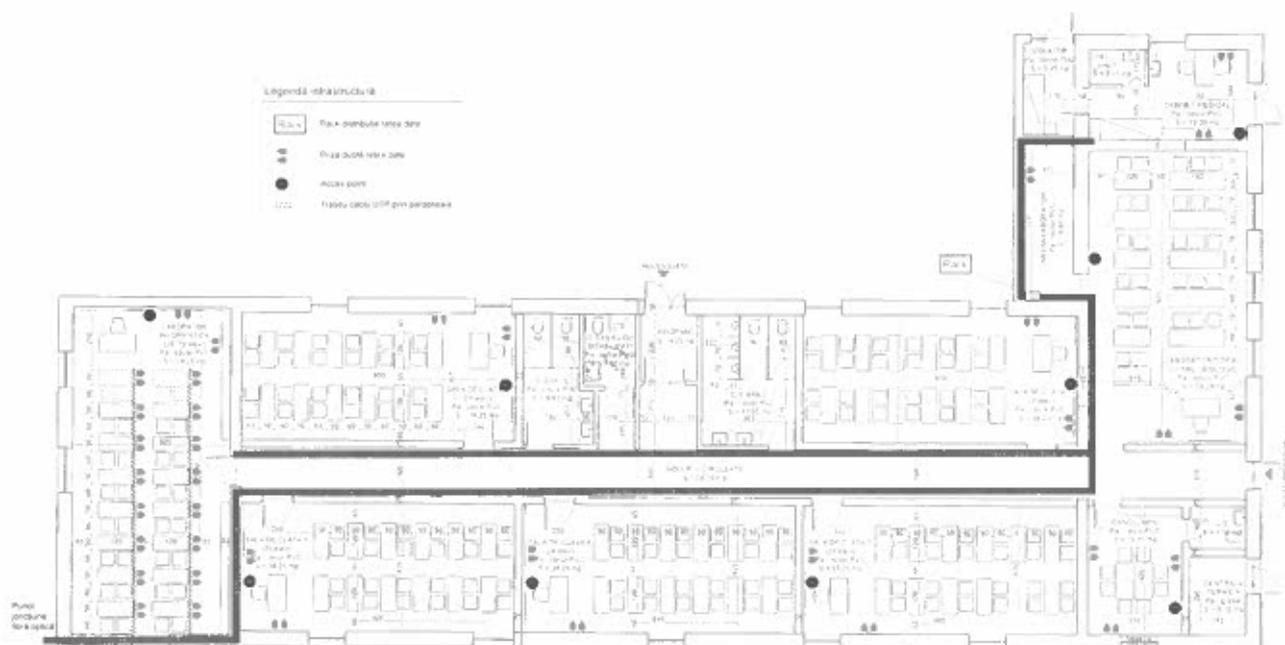

Figura 1 – Propunere amplasare rack, respectiv trasee cablu date / voce
Spațiile în care urmează să fie efectuate lucrările sunt situate în cadrul Școlii din strada Oastei, a Universității "Alexandru Ioan Cuza" din Iași, însemnând cablarea a 10 încăperi, având ca destinație: săli de clasă, laborator de informatică, laborator de fizică, cancelarie, cabinet medical, anexă laborator. În cadrul laboratorului de informatică se vor asigura câte două conexiuni de internet pentru fiecare masă, conform schemei din **Figura 1**.
- în cadrul încăperii *ANEXĂ LABORATOR*, va fi montat un (1) dulap de echipamente (rack), conform **Figura 1**.
- traseul de fibră optică va fi același cu cel al cablului UTP, așa cum este prezentat în **Figura 1**.
- traseul cablurilor UTP, care conectează prizele de rețea de la fiecare masă din *LABORATORUL DE INFORMATICĂ*, va fi îngropat în podea. Vor fi două (2) astfel
de trasee, câte unul pentru fiecare rând de mese, așa cum este prezentat în **Figura 1**, prin culoare albastră;
- instalarea dulapului de echipamente și a tuturor componentelor necesare funcționării rețelei (alimentare electrică, PDU, patch-panel-uri, ODF). Rack-ul va fi montat la parter, în încăperea numită **ANEXĂ LABORATOR (Figura 1)**, pe perete. Distribuția patch-panel-urilor în rack-ul de echipamente se va face conform **Tabel 2**;
- montarea acces point-urilor, conform dispunerii din **Figura 1**. Acestea vor fi montate la cel puțin 25 cm distanță față de tavan, iar conectarea la rețeaua de date se va face prin cablul UTP, terminat la ambele capete în conector RJ45.
- asigurarea circuitului de alimentare electrică pentru minim două (2) PDU-uri din rack-ul de distribuție, din **ANEXĂ LABORATOR**;
- instalarea unui (1) cablu optic, de minimum 6 perechi, single mode (SM), instalarea unui (1) ODF, cu 6 porturi SC duplex single mode, în rack-ul de distribuție, furnizat de către ofertant și realizarea tuturor sudurilor. Atenuarea maximă acceptată pentru sudurile fibrelor optice va fi de 0,15 dB. Cablul optic va fi instalat prin același traseu ca și cablurile UTP.